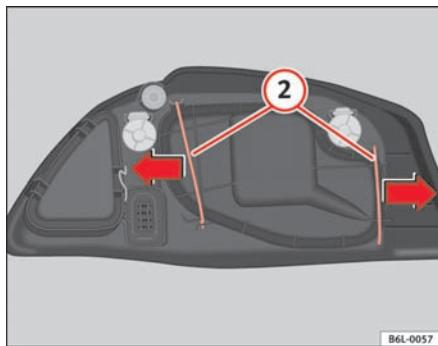

Fig. 144 Lámpara luz de carretera
- Desplace los tirantes 2 \Rightarrow fig. 144 hacia afuera, en el sentido de las flechas y retire la tapa.
- Coloque la tapa de plástico y coloque los tirantes 2 \Rightarrow fig. 144.